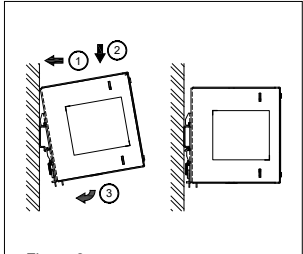

Figure 2
(1) Eingang/Ausgang-Klemmenleistenstecker
(2) Batterie-Klemmenleistenstecker
3. Montage (Abb. 2)
(1) Input / Output terminal block connector
(2) Battery terminal block connector
3. Mounting (Fig. 2)